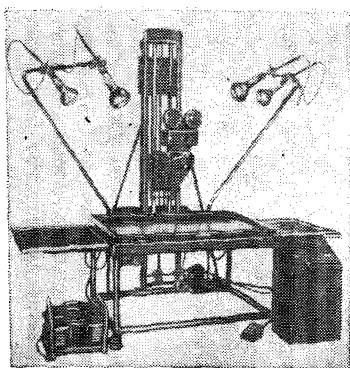

Рис. 49. Микрорепродукционная установка «Руст-3»
9.12. Микрорепродукционная установка РУСТ-3 (рис. 49) предназначена для изготовления микрофотокопий с листовой и сброшюрованной технической документации методом покадровой съемки. Фотографирование производится на неперфорированную пленку в проходящем и отраженном свете. Наводка объектива на резкость и экспо-